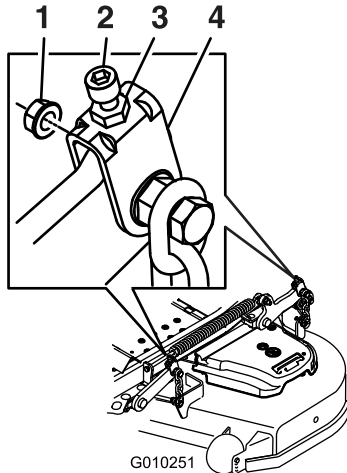

Figura 89
Nota: Gire el tornillo de ajuste hasta obtener una altura de 7.6 mm (3 pulgadas) (ver (Figura 89).
16. Gire el tornillo de ajuste hasta obtener una altura de 8.3 cm (3-1/4 pulgadas) (Figura 89).